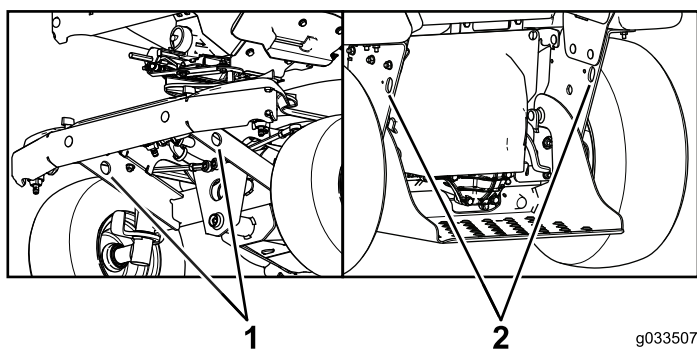

図 68
4. 機体についているロープ掛けポイントを使い、チェーンやロープ、ワイヤなど適切なものでしっかりと機体をに固定する 図 68。ロープ掛けや積荷固定についてはそれぞれの地域の法令などを順守してください。